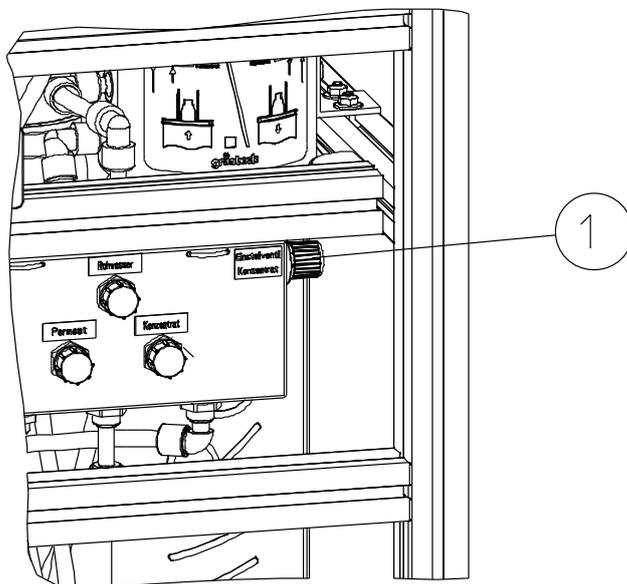

Fig. F-4 : Soupape à pointeau concentrât
- Régler le débit de concentrât sur la soupape à pointeau (voir fig. F-4, Pos. 1).